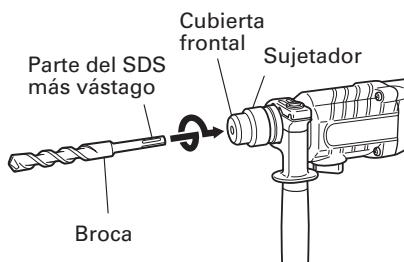

Fig. 2
## 6. Montaje de la broca (Fig. 2)
- (1) Limpie la parte del vástago de la broca de taladro.
- (2) Inserte la broca de taladro girando en el sujetador de la herramienta hasta que se asegure bien. (Fig. 2)
- (3) Verifique si esta bien asegurado tirando de la broca de taladro.